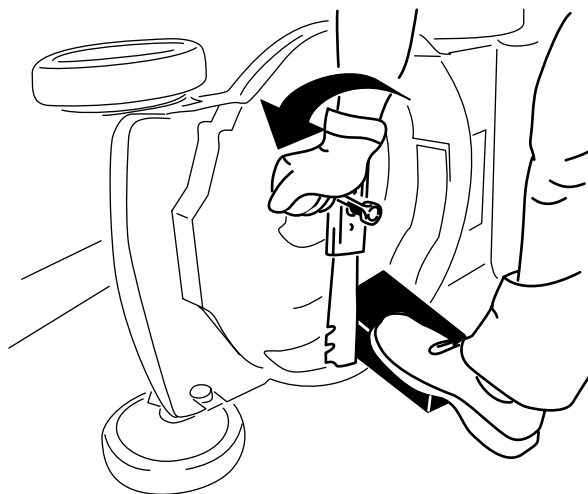

図 27
3. 角材などを使ってブレードをしっかり保持する 図 27。
4. ブレードを取り外す。外したボルト類はすべて保管する 図 27。